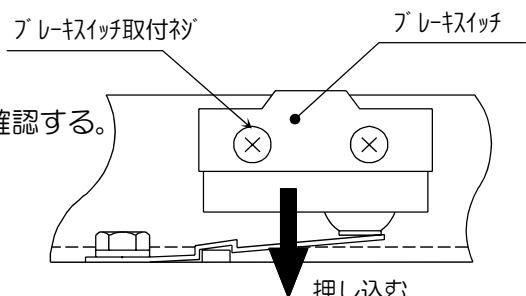

図9 ブレーキスイッチ調整
③強制開放ボルト(17)、開放プレート(18)を取り付け、強制開放ボルト(17)を締め込む。
④ブレーキスイッチ取付ネジを緩める。(図9参照)
⑤ブレーキスイッチをゆっくり押しこむ。
⑥強制開放ボルト(17)を緩める。